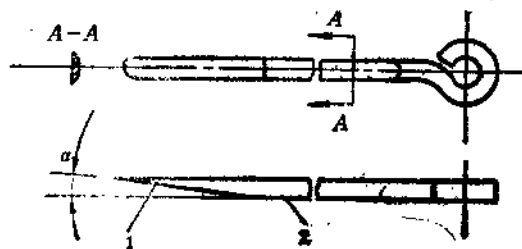

图1-9 刮板
3. 划板 划板又称撑棒，一般用粗钢丝制成。其头部锉成楔形，如图1-9所示。